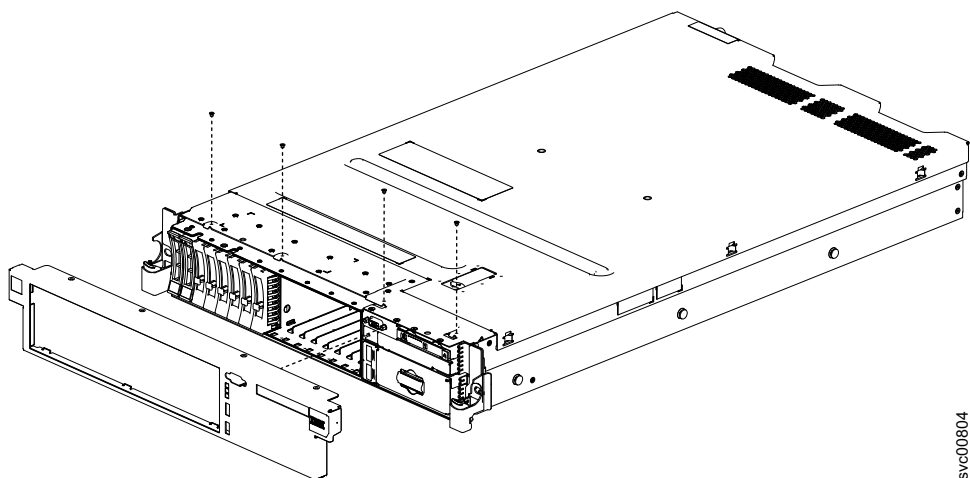

図 89. 2145-DH8 のベゼルの取り外し
7. 122 ページの図 89 に示すように、ベゼル上部のねじを取り外し、ベゼル下部のタブを持ち上げてシャーシの下側のスロットから出します。